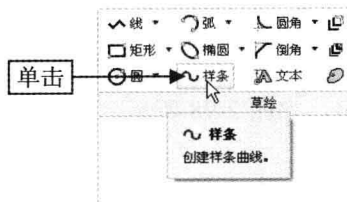

图 2-100 单击“样条”按钮
Step 02 在“功能区”选项板的“草绘”选项卡中, 单击“草绘”面板中的“样条”按钮, 如图 2-100 所示。